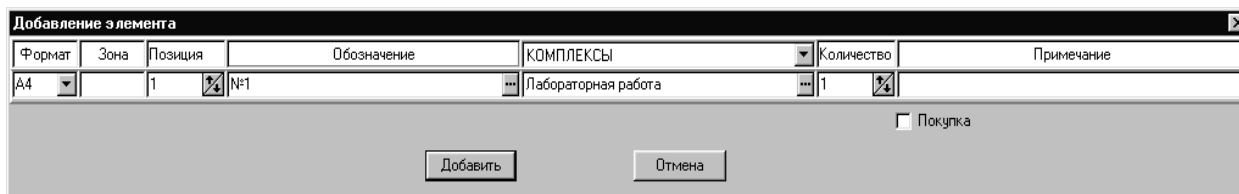

Рис. 15. Добавление элемента
- 3.5. Создать внутри своей бригады элемент типа «**Комплексы**», нажав клавишу **F2** (рис. 15).